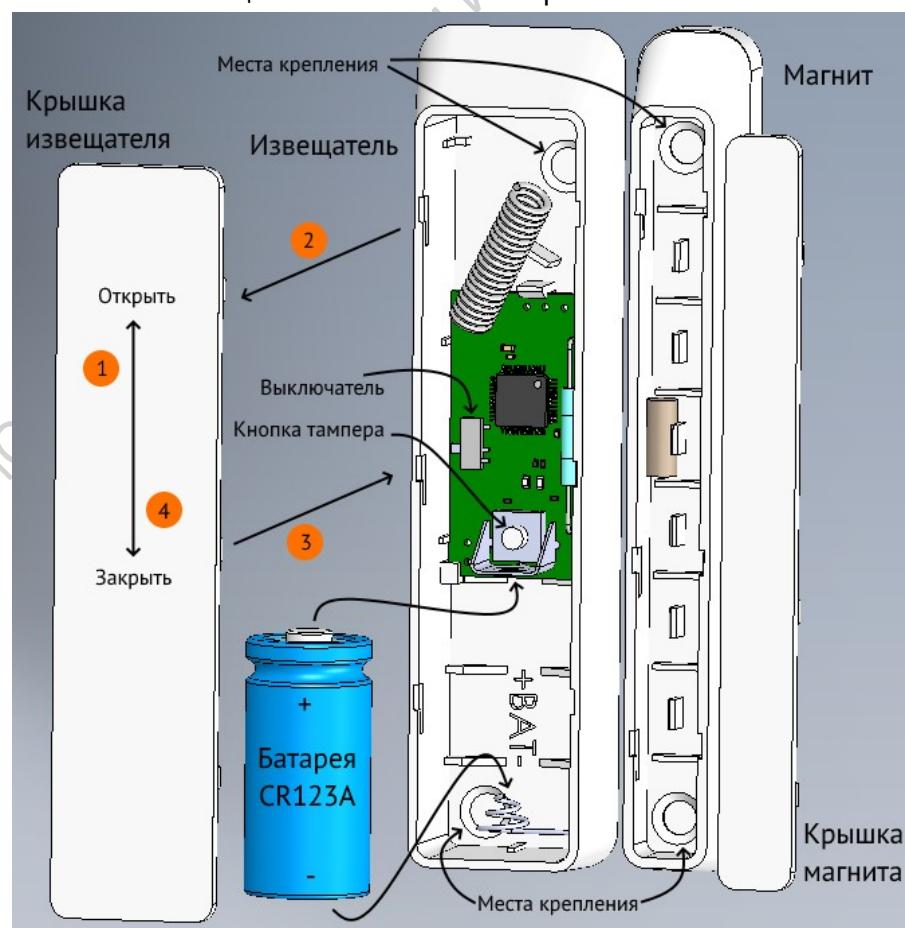

Рисунок 1. Извещатель и магнит со снятыми крышками
Извещатель выполнен в пластиковом корпусе с открываемой крышкой (рисунок 1). На плате извещателя установлены антенна, встроенный магнитоуправляемый переключатель (геркон), тампер, светодиодные индикаторы, держатель источника питания.
Для замены батареи питания и для монтажа извещателя (магнита) следует открыть верхнюю крышку извещателя (магнита). Для этого нужно сдвинуть крышку в направлении ❶ до щелчка (см. рисунок 1 на примере извещателя), после чего вынуть ее в направлении ❷ (вверх, если извещатель лежит на столе). Используя отверстия крепления, обозначенные на рисунке, установите и надежно зафиксируйте винтами (входят в комплект поставки) извещатель на неподвижной части оконной (или дверной) рамы, а магнит – на подвижной части окна (или двери). Магнит должен быть размещен относительно извещателя в соответствии с рисунком, а расстояние между ними – соответствовать требованиям таблицы 1 для замыкания (когда окно или дверь закрыты) и размыкания (когда они открыты). Для установки следует выбирать самое удаленное место относительно оси поворота окна (двери). При необходимости используйте комплектную подставку чтобы обеспечить одинаковую высоту установки магнита и извещателя. Установите батарею питания в извещатель с соблюдением полярности (или удалите защитную транспортную изоляционную пленку возле контакта “+” уже установленной батареи), после чего включите извещатель выключателем (положение **ON**, рисунок 1) и установите крышку в направлении ❸ и закройте ее смещением в направлении ❹. Проверьте надежность срабатывания извещателя при открывании и закрывании окна (двери) на минимально возможное расстояние, наблюдая за событиями от извещателя в мобильном приложении.
3. Магнит располагать с той стороны, где корпус извещателя не имеет скоса (относительно плоскости установки – см. рисунок 1);